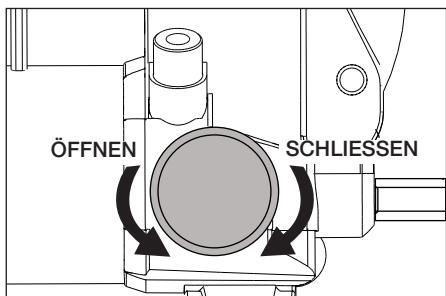

Abb. 8, Ablassventil (alle mit Ausnahme von P-84)
- Schließen Sie das Ablassventil, indem Sie den Knopf bis zum Anschlag im Uhrzeigersinn drehen. Siehe Abb. 8.